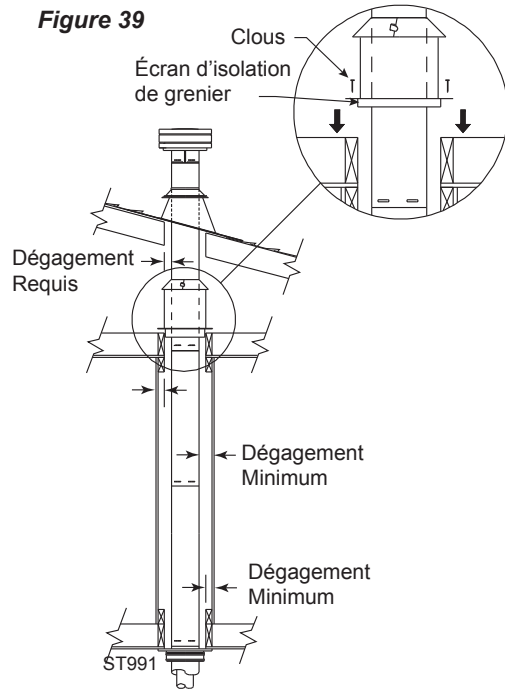

Figure 40
**Étape 4.** Placez la boîte de support dans le trou créé jusqu'à ce que la base du support dépasse d'au moins 2" (51 mm) sous le plafond. (Fig. 40) Nivelez la boîte de support aussi bien verticalement qu'horizontalement avec un niveau. Fixez temporairement la boîte de support en place par l'intérieur des murs et par le toit.